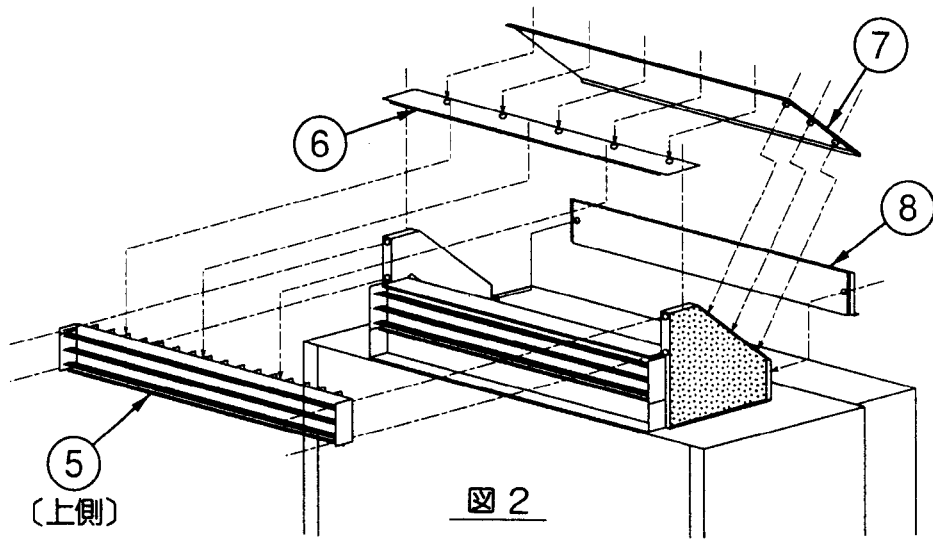

図 2
- (2) 吹出グリル [上側] ⑤ (タッピンネジ⑮4本) を取り付けてください。(図2)
- (3) テンイタF⑥ (タッピンネジ⑮2本、⑯3本) とウシロイタ⑧ (タッピンネジ⑮7本) を取り付けたあと、テンイタB⑦ (タッピンネジ⑮16本) をネジ止めしてください。(図2)